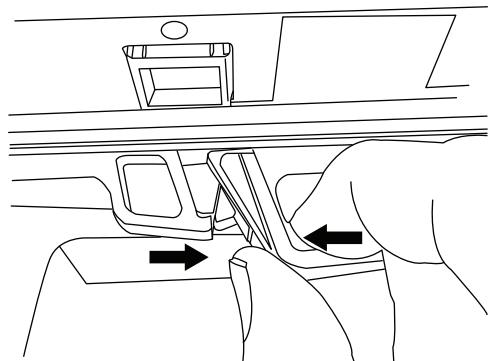
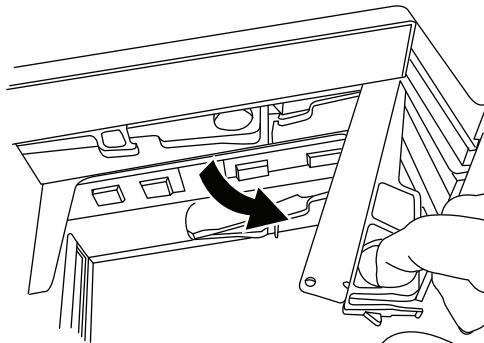

图 10. 松开 IOM
图 11. 卸下 IOM
- 如图 10 和第 50 页的图 11 中所示，挤压凸轮手柄上的滑锁直至其松开，完全打开凸轮手柄以从中面板上松开 IOM。然后，使用双手将 IOM 从存储扩展单元中拉出。